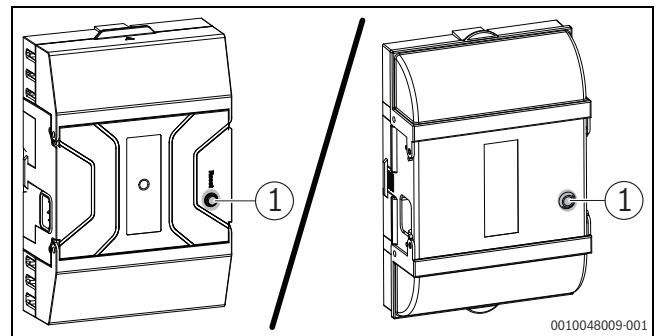

Bild 76 Störungen am Feuerungsautomat zurücksetzen
- ▶ Taste „Entstören“ am Feuerungsautomat mindestens 5 sec drücken (→ Bild 76).